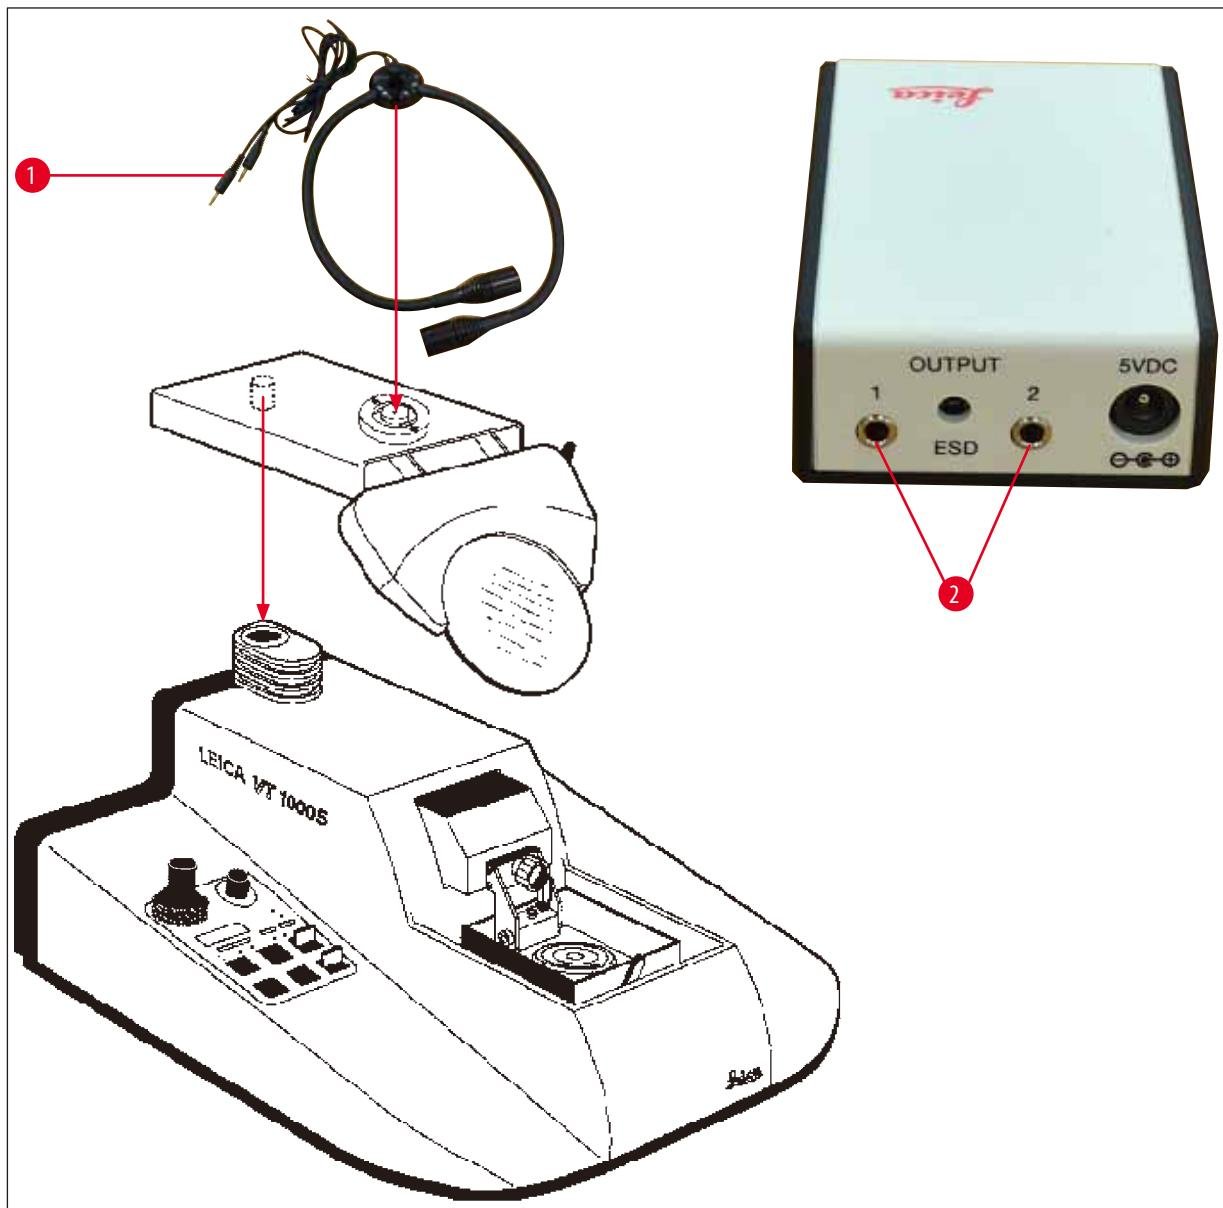

Рис. 9
7. Подсоедините держатель увеличителя с модулем высокомощных светодиодных спотов с 2 ножками, как показано на (→ Рис. 9). Установите заглушку (→ Рис. 9-1) модуля высокомощных светодиодных спотов с 2 ножками в гнездо (→ Рис. 9-2) на модуле высокомощного светодиодного спота 1000.